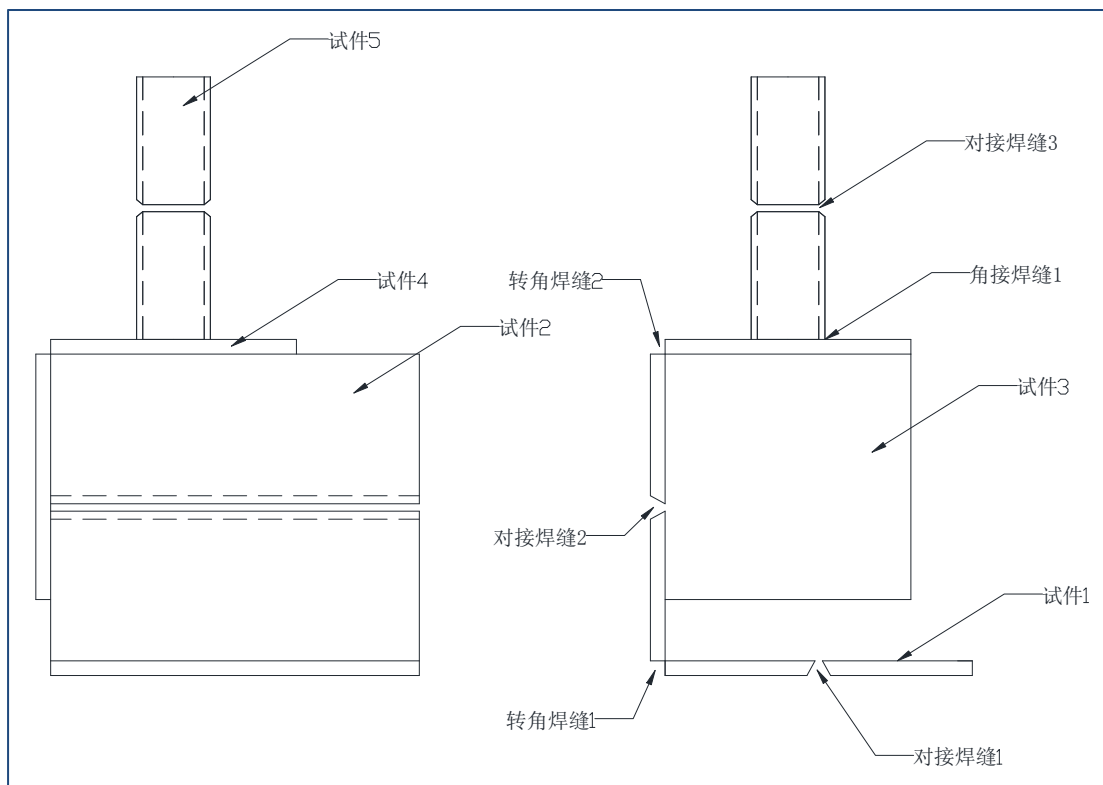

图 1
竞赛项目为组合件，竞赛项目详见表 1，项目示意图见图 1（详见附件图纸）。竞赛总时间为 4 小时，包括打磨、组对、焊接、清理、休息、饮水、上洗手间的时间。参赛选手必须在规定时间内独立完成所有项目。
- 1 竞赛试件材质和尺寸、坡口形式如图 1 所示，试件应采取机械切削方式进行加工，以保证表面质量。